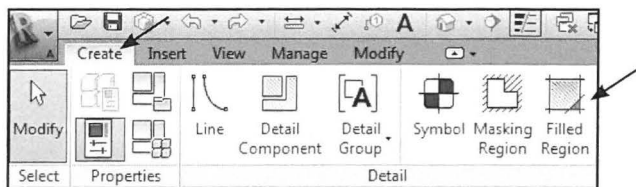

Fig. 15.73. Vælg *Create - Filled Region*.
- Klik *Create - Filled Region* (Fig. 15.73).